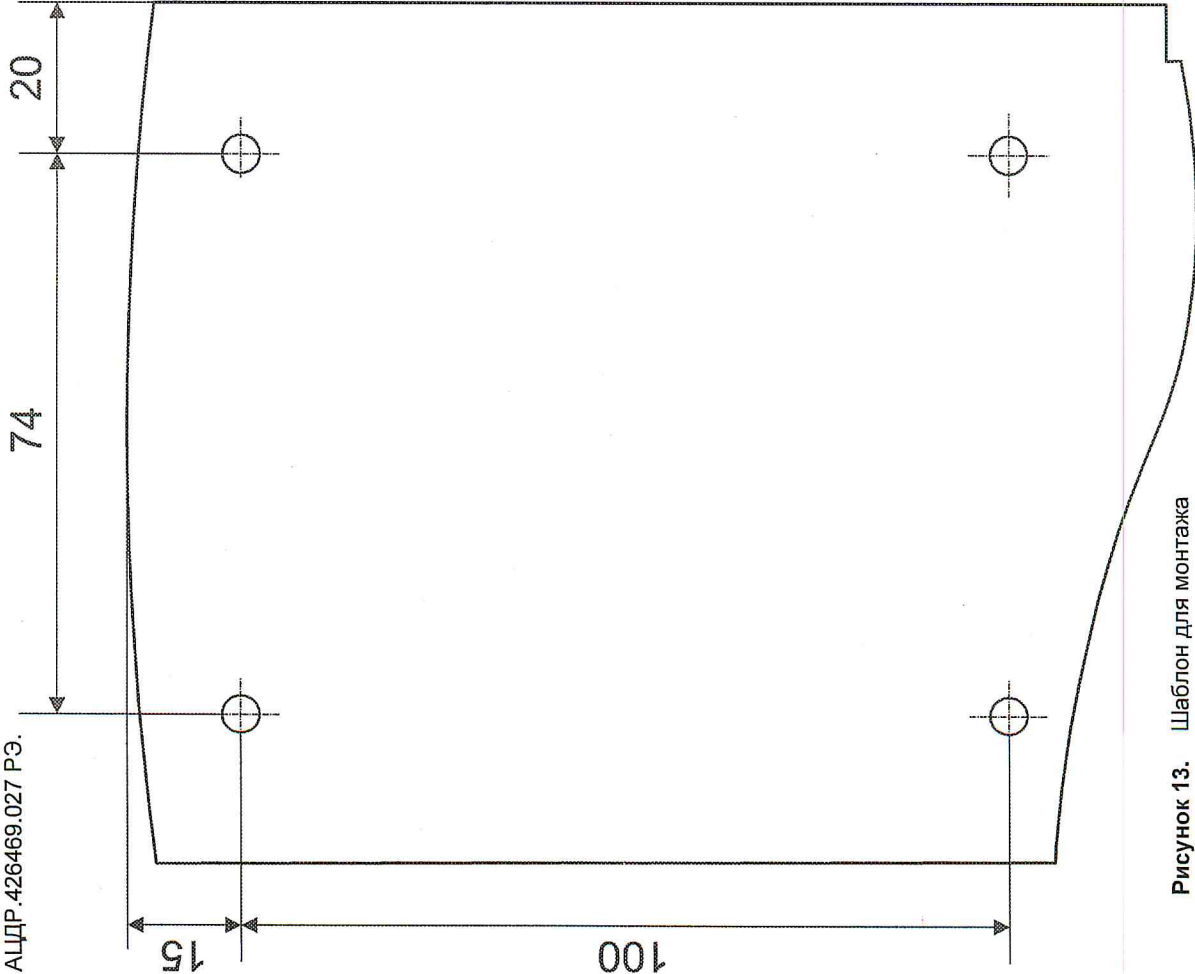

Рисунок 13. Шаблон для монтажа
3.1.2 Приложите к стене шаблон для монтажа (рисунок 13). Просверлите три отверстия (два верхних и одно нижнее на выбор).